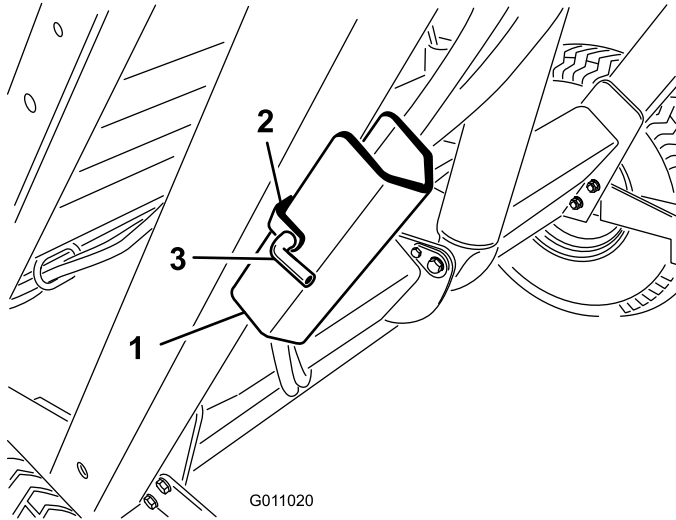

Figura 23
2. Togliete la coppiglia ed il perno che fissano il supporto di sicurezza alla staffa d'immagazzinamento sul telaio della spazzatrice (Figura 23). Togliete il supporto di sicurezza.